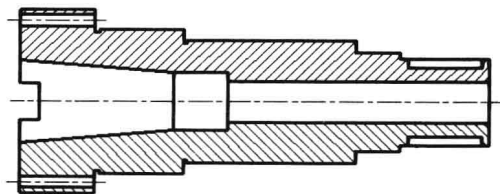

图 4-4-5
(4) 命令行提示“指定镜像线的第二点”, 捕捉并单击端点 B, 确定端点 B 为镜像线的第二点的位置, 此时创建了一条镜像线 AB, 并在 AB 线的另一侧显示出镜像复制的图形, 如图 4-4-5 所示。